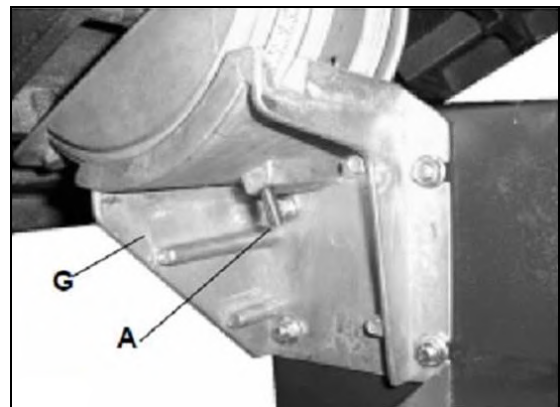

Fig 4
Entfernen Sie die Flügelmutter (C) von der Flachrundschaube (A). Montieren Sie den Tisch auf die untere Tischwippe (G). Dazu die Flachrundschaube durch die Bohrung führen und die Flügelmutter anbringen und festziehen. (Fig 4)